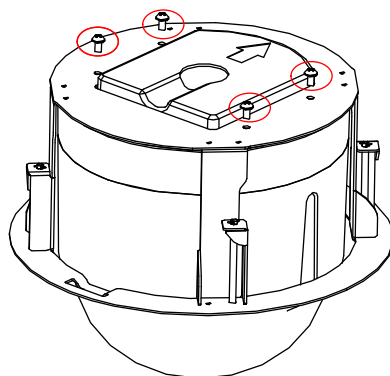

图2-26 拆除螺丝
1. 用十字螺丝刀拧松并取下四颗螺丝，如图 2-26 所示。